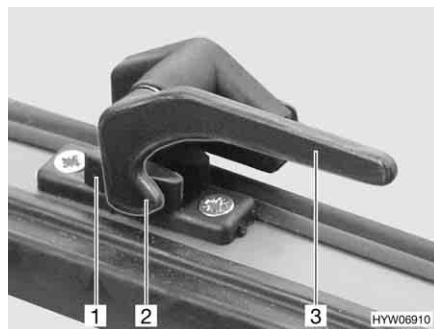

Fig. 96 Palanca de bloqueo en la posición de "cerrado"
- Girar todas las palancas de bloqueo (Fig. 96,3) un cuarto de vuelta hacia el centro de la claraboya.
- Girar todas las palancas de bloqueo (Fig. 96,3) un cuarto de vuelta hacia el marco. El saliente de bloqueo (Fig. 96,2) se encuentra en la cara interior del bloqueo de la claraboya (Fig. 96,1).
- En la posición "cerrada fijamente" (Fig. 96)